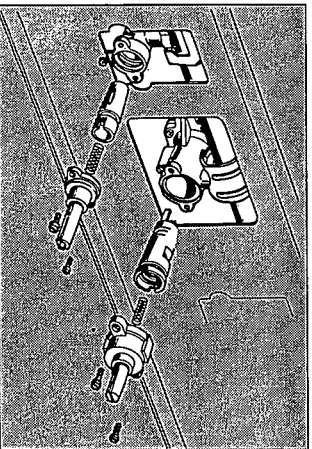

Fig. 31
- Démontez le corps du robinet ou de thermostat (voir fig. 31) en suivant l'ordre du schéma.